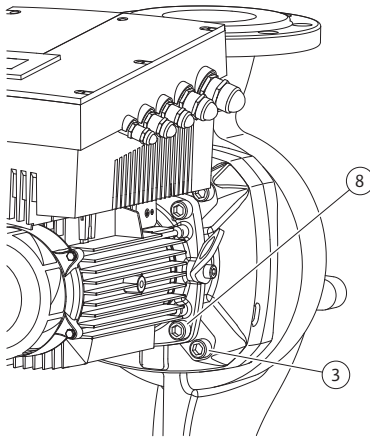

Fig. 50: Fixarea opțională a ansamblului motor cu rotor hidraulic
11. Desfaceți și îndepărtați șuruburile (Fig. 7, Poz. 3). În funcție de tipul pompei se vor îndepărta șuruburile exterioare (Fig. 50, Poz. 3). După îndepărtarea șuruburilor, ansamblul motor cu rotor hidraulic (vezi Fig. 13) rămâne în poziție sigură în carcasa motorului, nu există niciun pericol de basculare, nici chiar atunci când arborele motorului se află în poziție orizontală.
16. În funcție de tipul de pompă desfaceți șuruburile (Fig. 7, Poz. 10) sau alternativ șuruburile (Fig. 50, Poz. 8).
22. Împingeți cu grijă piesa intermediară peste arbore și poziționați-o în poziția inițială sau într-o altă poziție unghiulară dorită în raport cu flanșa motorului. Totodată țineți cont de pozițiile admise de montaj ale componentelor (a se vedea capitolul 7.1 „Poziții de montaj admise și modificarea dispunerii componentelor înainte de instalare“ la pagina 20). Fixați piesa intermediară cu șuruburile (Fig. 7, Poz. 10) **sau** – în funcție de tipul de pompă/tipul piesei intermediare (Fig. 50) – cu șuruburile (Fig. 50, Poz. 8) pe flanșa motorului.